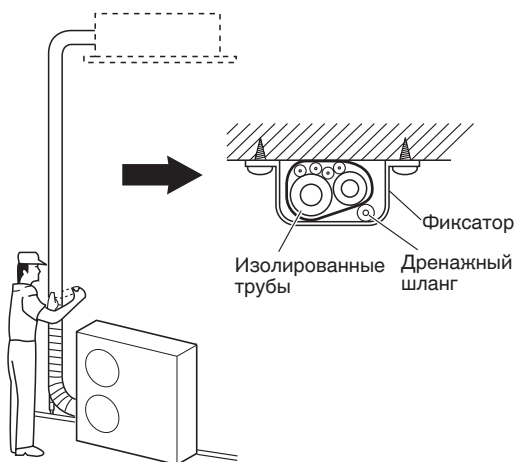

Рис. 5-9
- Прикрепите связку трубопровода к стене, используя по 1 фиксатору приблиз. через каждый метр. (Рис. 5-9)